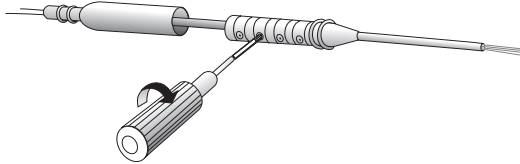

Figure 21. Serrer les vis de fixation.
4. Serrer les quatre vis de fixation dans le sens des aiguilles d'une montre avec le tournevis dynamométrique fourni (Figure 21). Serrer les vis de fixation jusqu'au dé clic du tournevis dynamométrique.